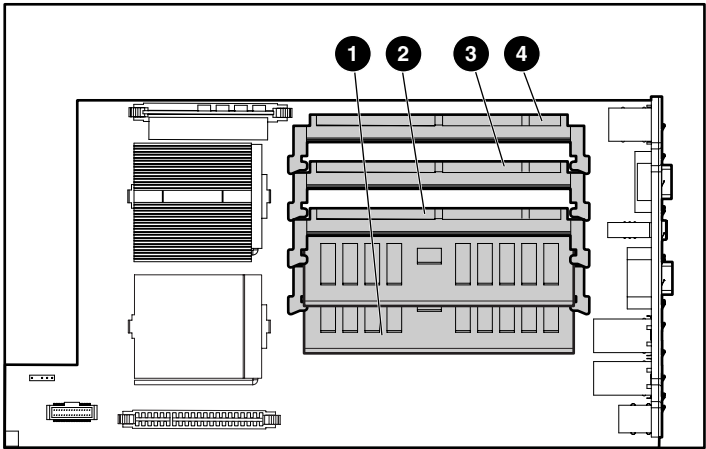

Figure 3-14. Identification des connecteurs de modules DIMM sur la carte mère
3. Utilisez la figure 3-14 et le tableau 3-3 pour identifier les connecteurs de module DIMM appropriés.